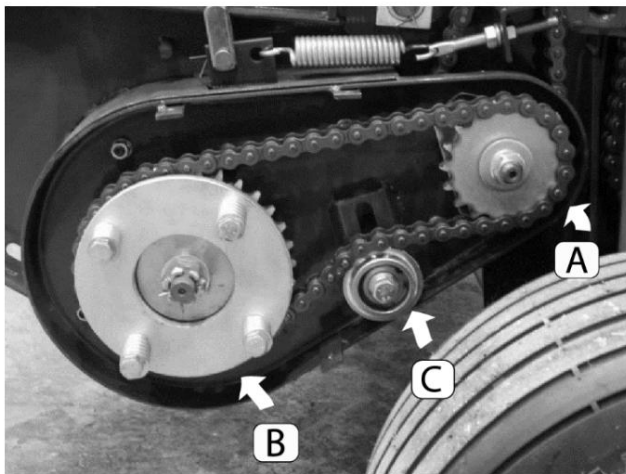

Figura 5 Partea stângă a preseii
Lanțul de transmisie al pickup-ului (Figura 5, A) transferă puterea pentru a întoarce pickup-ul. Ambreiajul cu frecare (B) alunecă în condiții de suprasarcină pentru a preveni deteriorarea pickup-ului. Tensiunea lanțului este controlată de rotorul (C).